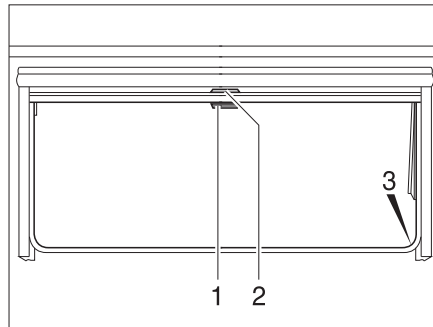

Fig. 64 Fenêtre projetante
- Tirer le store occultant vers le bas en le maintenant par la poignée (Fig. 64,2). Lorsque le store occultant est complètement fermé, l'accrocher des deux côtés du cadre de la fenêtre dans le dispositif de blocage (Fig. 64,3).
- Lorsque le store occultant est complètement fermé : Appuyer sur la poignée (Fig. 64,2) vers le bas tout en la tirant légèrement vers l'intérieur. Décrocher à droite et à gauche le store occultant du dispositif de blocage du cadre de la fenêtre.
- Si le store occultant se trouve dans une position intermédiaire : Tirer la poignée (Fig. 64,2) vers le bas jusqu'à ce que le dispositif de blocage se débloque.
- Tirer la moustiquaire par la poignée (Fig. 64,1) vers le bas et l'accrocher des deux côtés sur le cadre de la fenêtre dans le dispositif de blocage (Fig. 64,3).
- Appuyer sur la poignée (Fig. 64,1) vers le bas tout en la tirant légèrement vers l'intérieur. Décrocher à droite et à gauche la moustiquaire des dispositifs de blocage du cadre de la fenêtre.